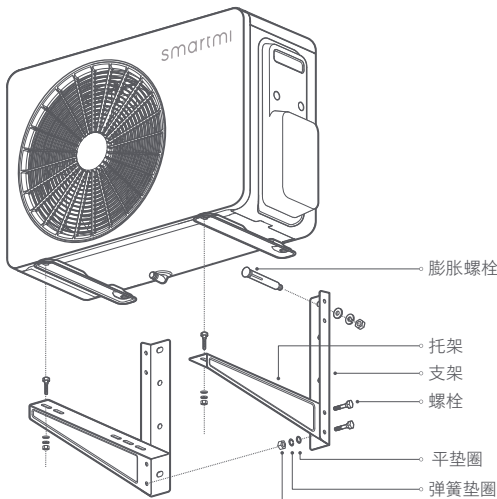

图5
1. 用安装支架配套的螺栓及平垫圈、弹簧垫圈和螺母将支架和托架组装在一起。如图5所示